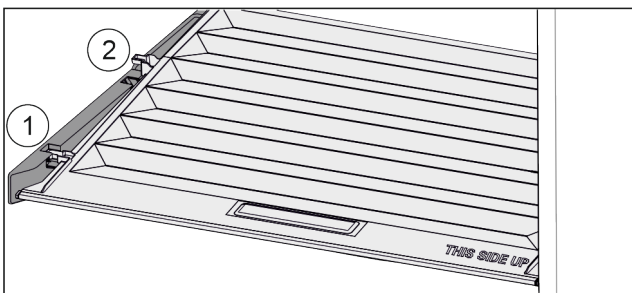

Fig. 103
- ▶ Deckel bis zur Öffnung in den Halteteilen nach vorne ziehen Fig. 103 (1).
- ▶ Hinten von unten anheben und nach oben wegnehmen Fig. 103 (2).